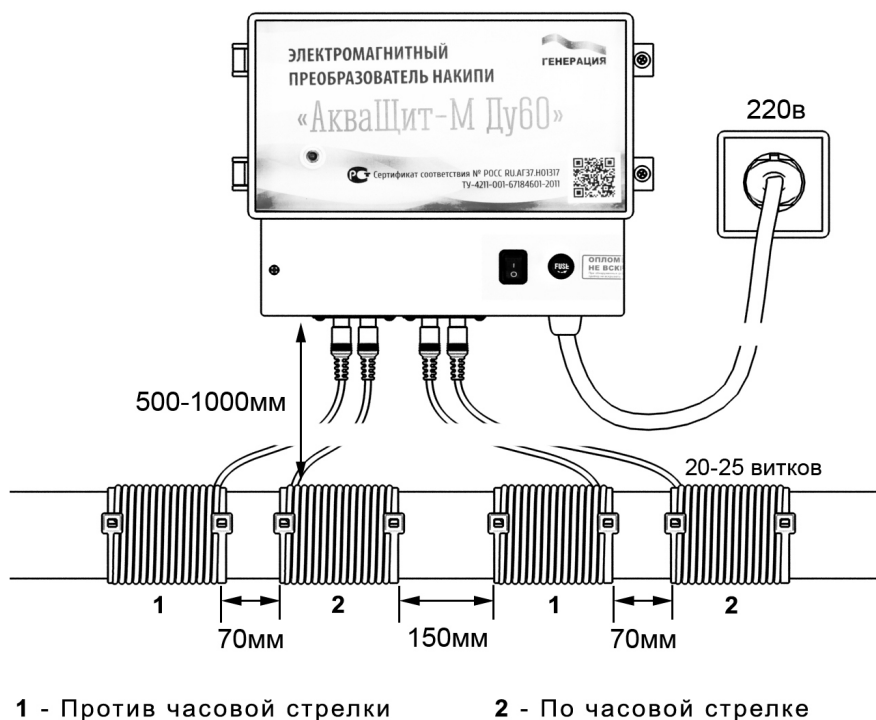

Рисунок 1. Условная схема монтажа прибора и проводов-излучателей.
5.1.1. Намотать провода-излучатели на трубопровод выдержав расстояние между катушками – 150 мм, **причем направление навивки проводов-излучателей первой (I) и второй (II) обмоток должны быть противоположными.** Намотку проводов излучателей выполнить плотно (виток к витку), начало и конец проводов закрепить пластиковыми стяжками или ПВХ изоляцией (см. Рис.1).